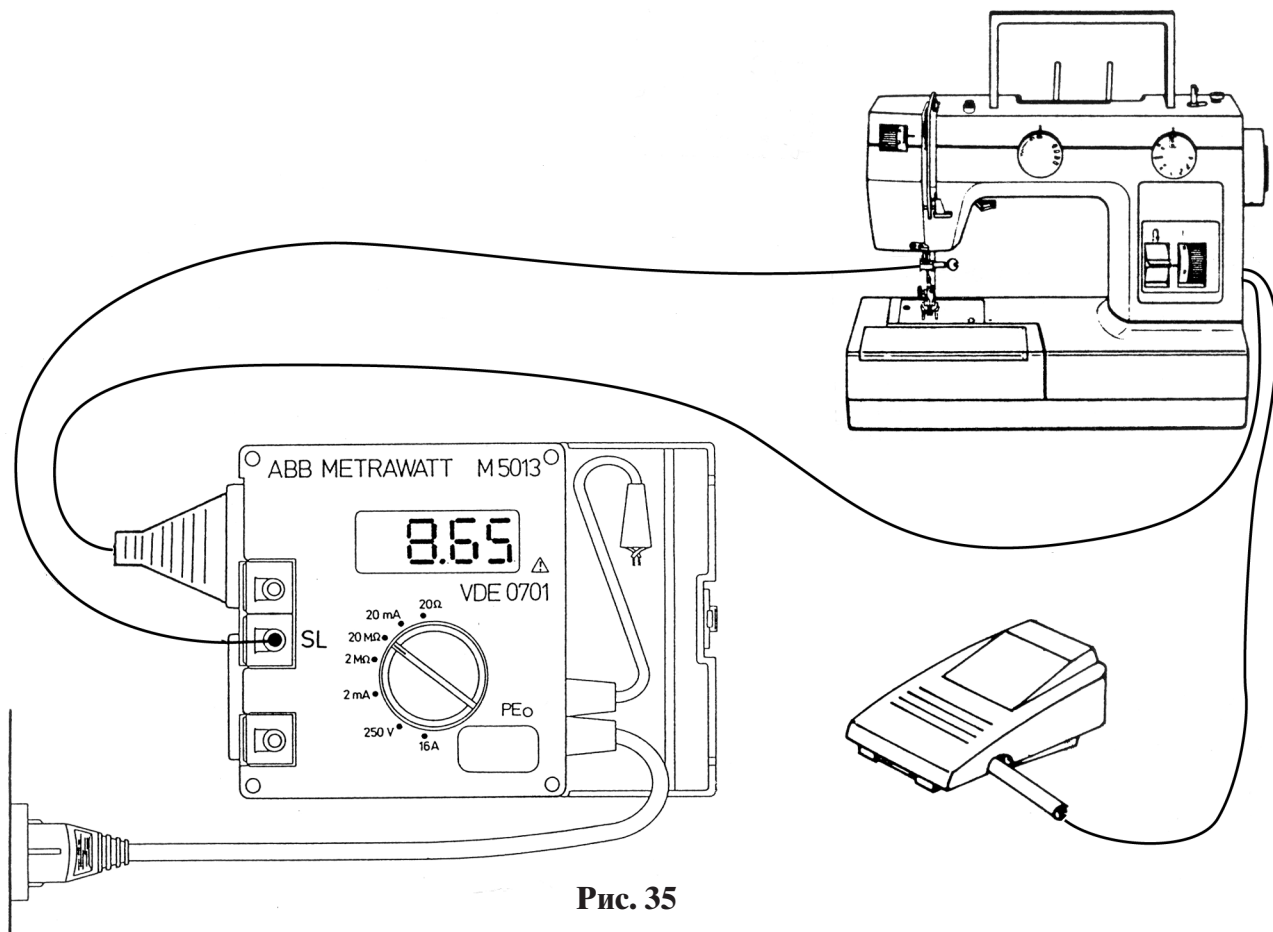

Рис. 35
- Переключатель измерительного диапазона установить на **“20 M Ом”** (рис. 35).